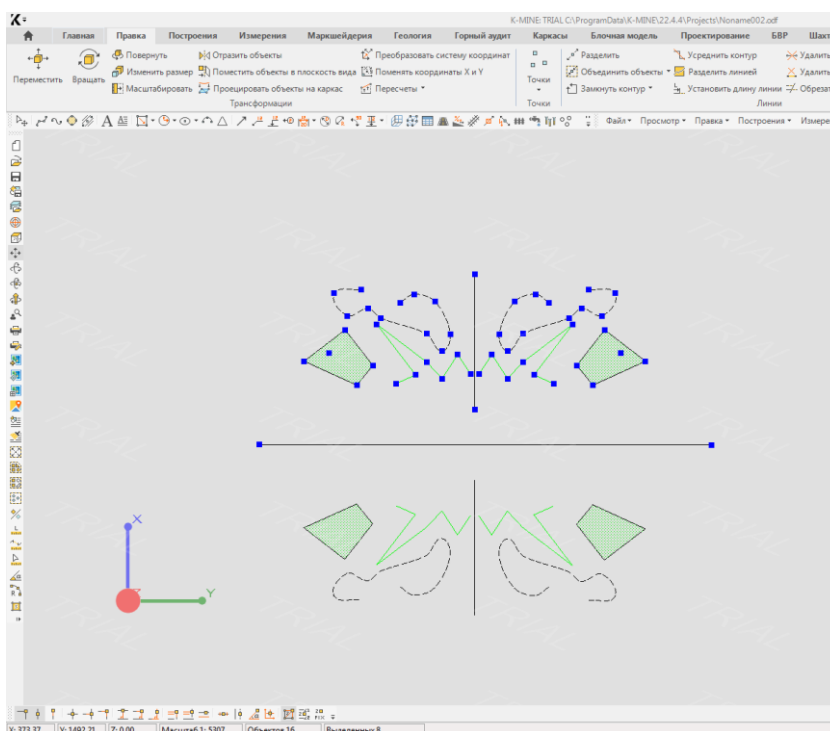

Рисунок 1.1 - Пример выполнения задания 5
5. Виділіть 5-6 об'єктів (різнотипних). Знаходячись в площині вигляду зверху, перемістіть об'єкти на 100 м по осі X і 50 м по осі Y, потім поверніть їх навколо осі Z на довільний кут і зробіть віддзеркалення об'єкту навколо вертикальної і горизонтальної осей (рис.1.1).